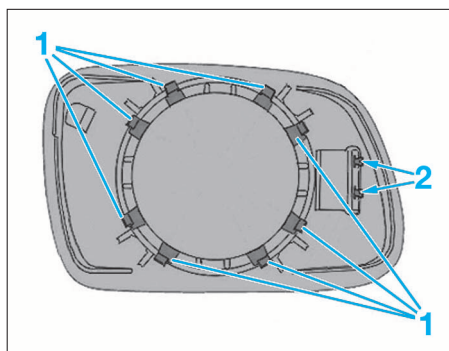

FIG. 78
- A l'aide d'un tournevis plat long et fin, déclipper en (1) (Fig.78) la glace.
- Selon le niveau d'équipement, déconnecter la connexion électrique du dégivrage (2).